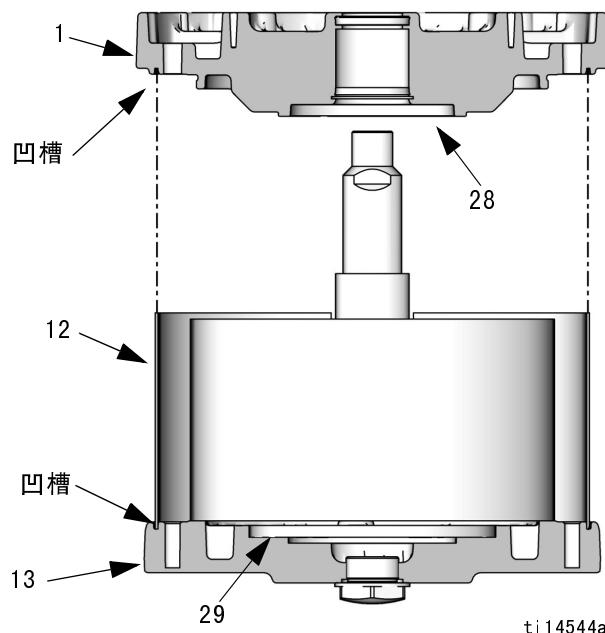

图 13：将罩对准上下盖的凹槽。
8. 润滑 O 形圈 (9*) 并安装到下盖 (1) 上。
9. 仅限 M07xxx、M12xxx 和 M18xxx：在下盖 (1) 上安装活塞减震环 (28)。
10. 请参见图 13。小心地将下盖 (1) 放在圆筒 (11) 上，滑动拉杆穿过轴承。上盖和下盖的歧管面必须对准。确保罩 (12) 装入上下盖的凹槽中。